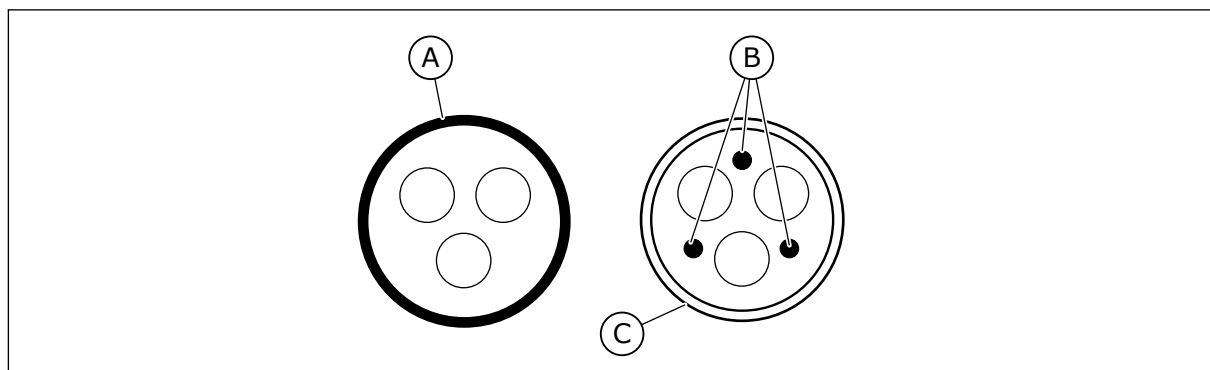

Fig. 36: Kabler med PE-ledere
2. En symmetrisk strømkabel med en konsentrisk beskyttelsesledning. En kabel for den angitte nettspenningen. Vi anbefaler en MCMK-kabel. Se *Fig. 36*.
3. En symmetrisk strømkabel med kompakt, lavimpedans skjerming. En kabel for den angitte nettspenningen. Vi anbefaler en MCMK- eller en EMCMK-kabel. Vi anbefaler at kabeloverføringsimpedansen (1...30MHz) er maksimalt 100 mΩ/m. Se *Fig. 36*. * = For EMC-nivået C2 er det nødvendig å ha en 360° jording av skjermingen med kabelmuffer på motorsiden.